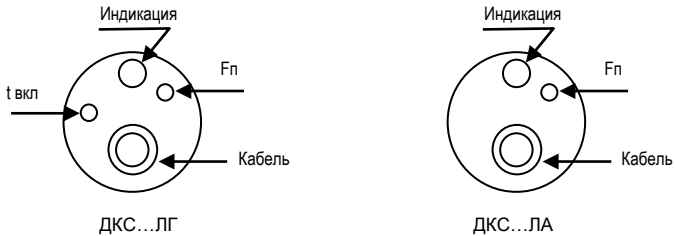

Рисунок 2 - Расположение органов регулировки и индикации на крышке корпуса
3.3 Расположение органов регулировки датчика показано на Рис. 2. Значение пороговой частоты Fп и длительность первоначальной задержки t вкл (для изделий ЛГ) увеличиваются при вращении регулировки по часовой стрелке и уменьшаются при вращении против часовой стрелки.